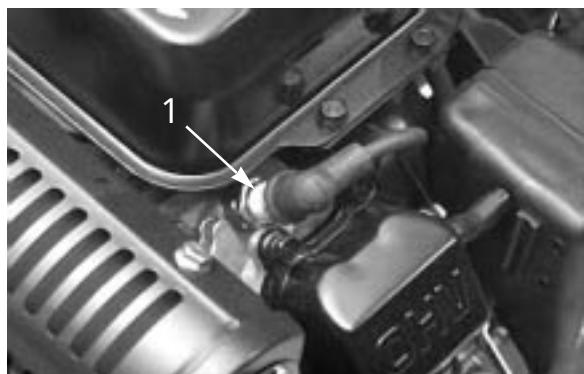

図31
- 2 . プラグの周囲を清掃し、シリンダ・ヘッドからプラグを外す（図31）。